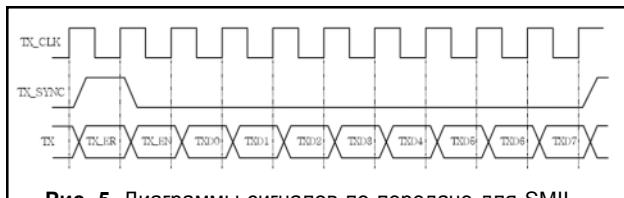

Рис. 5. Диаграммы сигналов по передаче для SMII.
- Диаграммы сигналов по передаче приведены на рис. 5.